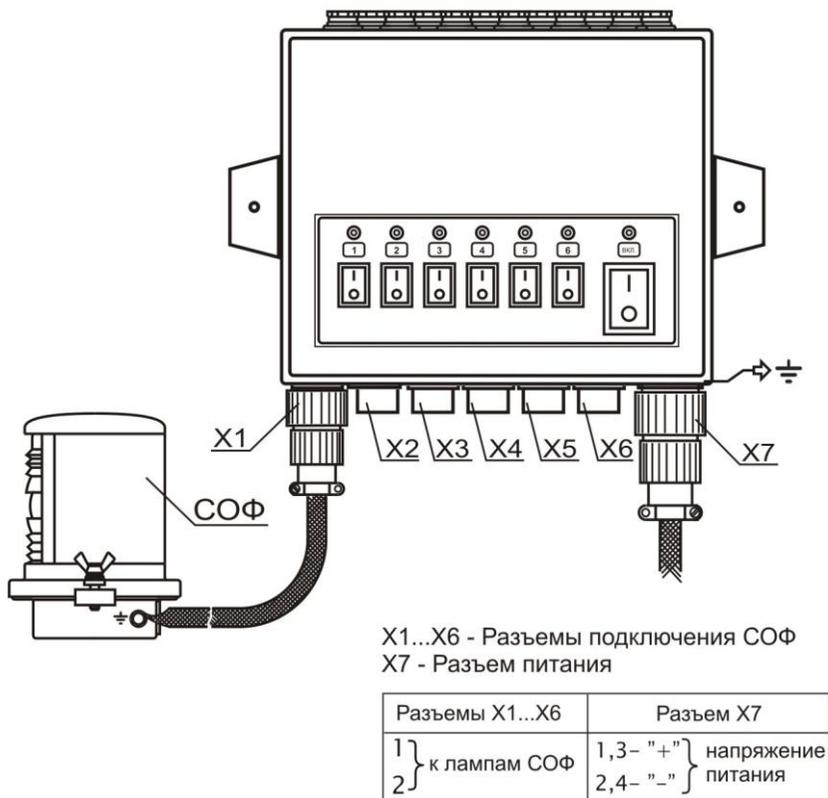

Рис.2
5.1 Монтаж коммутатора на судно производит изготовитель судна в соответствии со схемой, приведенной на рис.2.